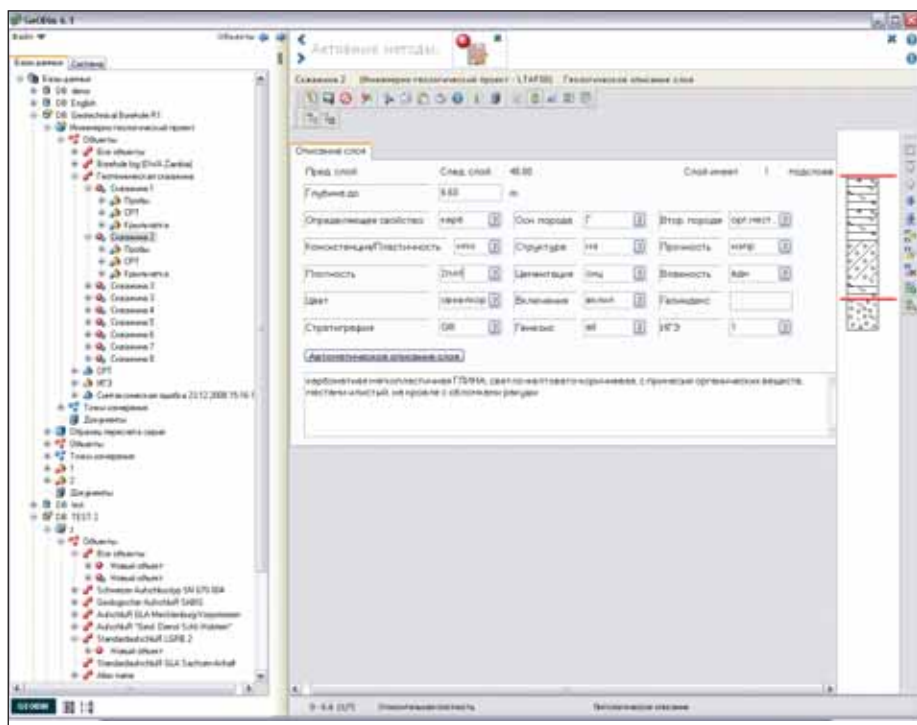

Рис. 2
- **формы ввода** (рис. 2) — специальные таблицы для ввода геоинформации, которые могут различаться в зависимости от характера изысканий;